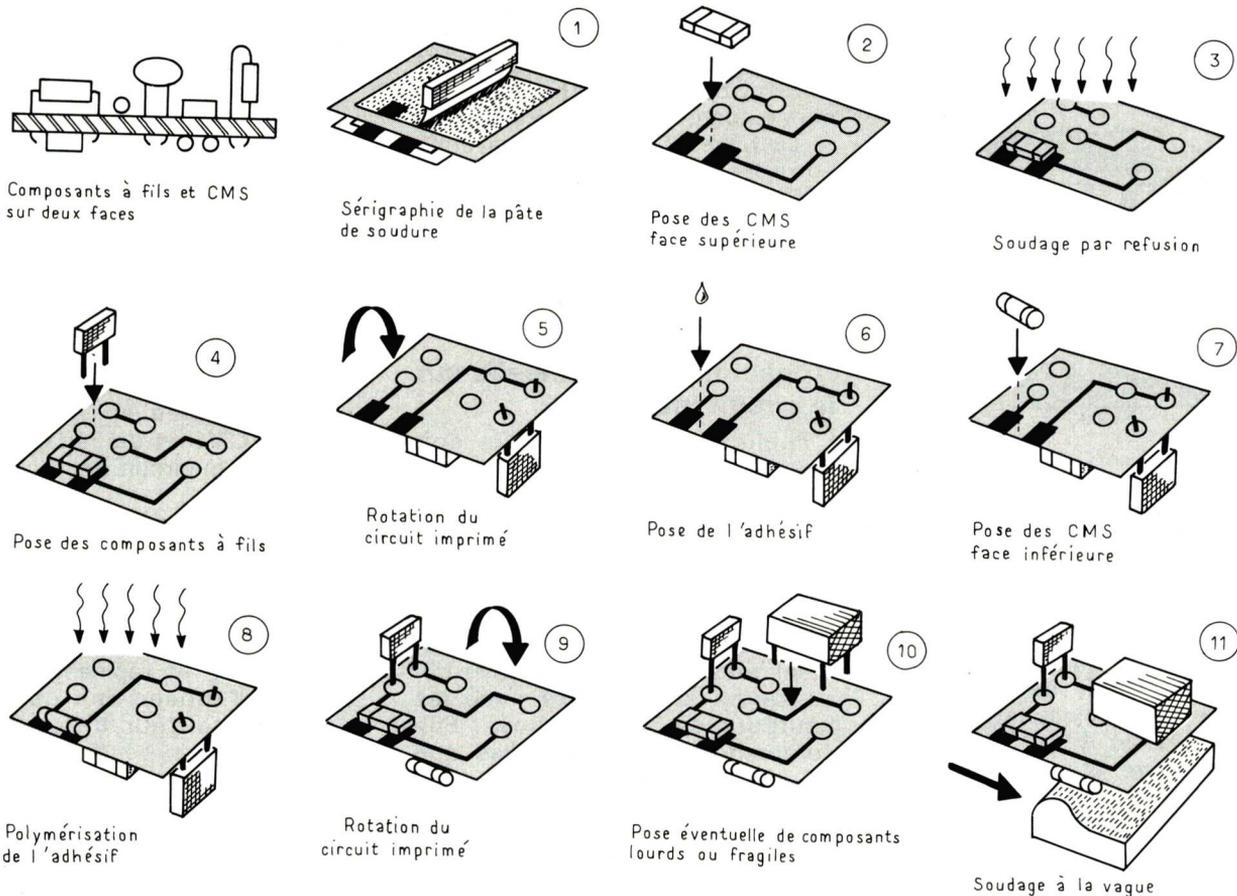

Fig. 5 : Composants à fils sur une face et CMS sur les 2 faces du circuit imprimé.
**Utilisation des composants à fils sur une face et des CMS sur les deux faces (fig. 5).**